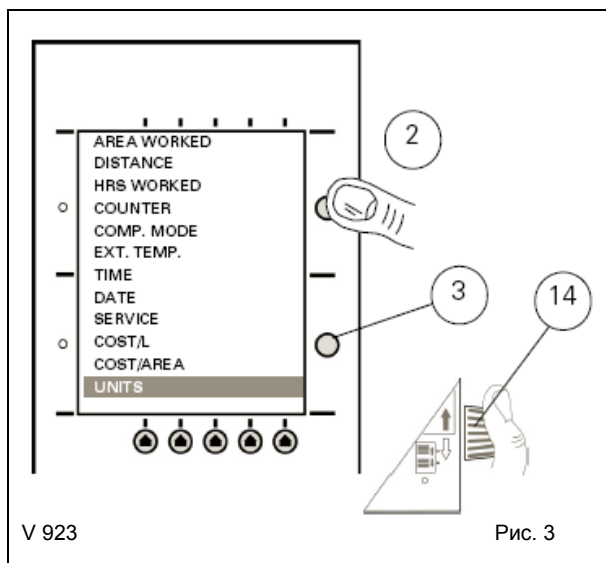

Рис. 3
1. Нажмите клавишу 2 или 3, чтобы получить доступ к доступной функции (рис. 3).